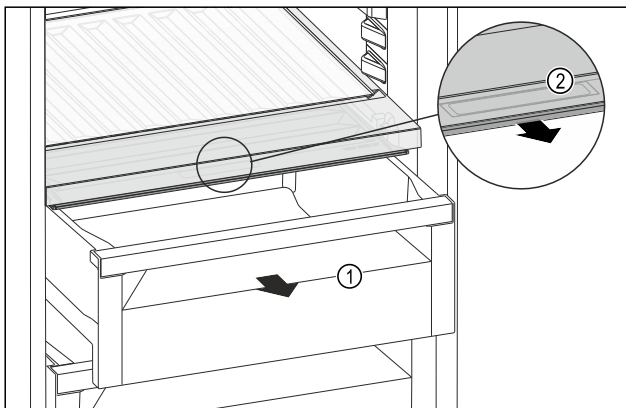

Fig. 156
- ▶ Extraer el compartimento Fig. 156 (1).
- ▶ Agarrar el tirador empotrado Fig. 156 (2) en la tapa del compartimento y tirar de la tapa del compartimento hacia adelante al mismo tiempo.